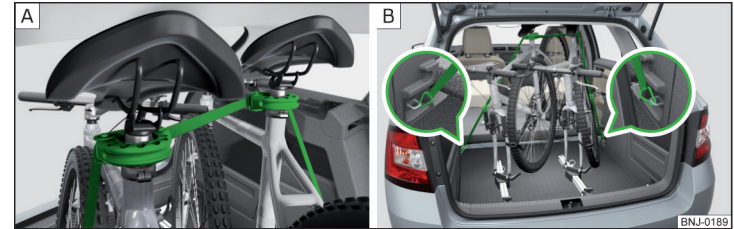

Abb. 109 Stabilität der Fahrräder mit einem Gurt absichern
- Beim Transport von zwei Fahrrädern den Gurt zwischen den Sätteln spannen, indem die Fahrräder auseinander geschoben werden » Abb. 109 - **A**.
- Die Karabiner an den Gurtenden in die unteren Verzurrösen hinter den Rücksitzen einrasten » Abb. 109 - **B**.